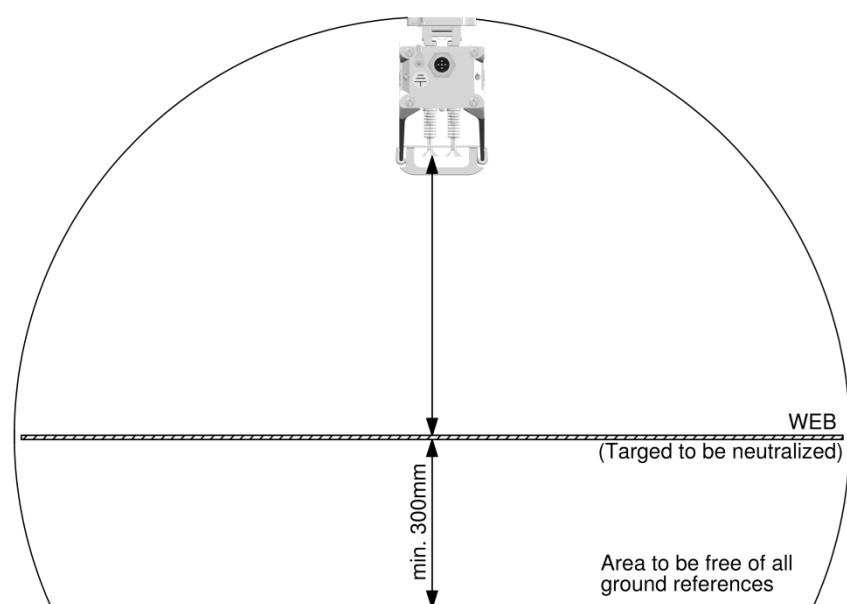

Abbildung 5
- Um ein optimales Ergebnis zu erzielen, muss der Ionensprühstab gemäß Abbildung 5 montiert werden.